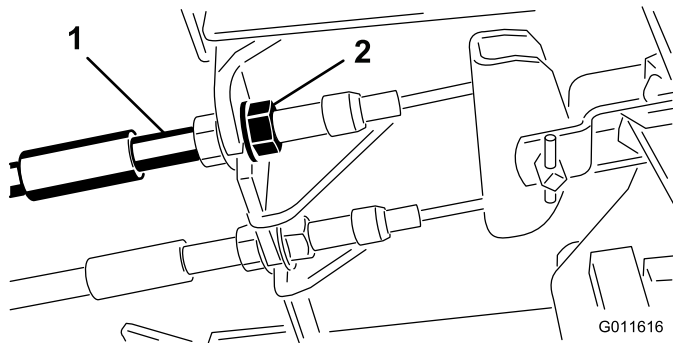

図 36
1. 遊びを減らすブレーキを締めるには、ブレーキケーブルのネジ山の前ナットをゆるめ、後ろのナットを締める(図 36)。